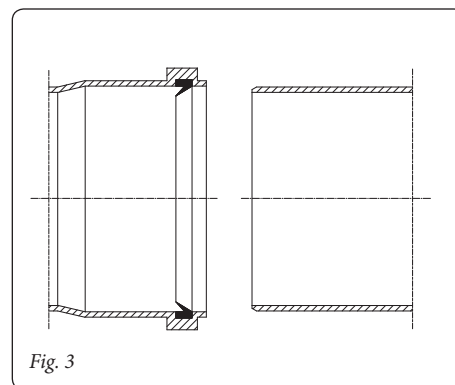

Fig. 3
- posizionare l'adattatore (3) sulla flangia pozzetti interponendo la guarnizione (1) (che non necessita di lubrificazione) posizionandola con le sporgenze circolari verso il basso a contatto con la flangia di caldaia e serrare con le 4 viti (2) presenti nel kit;
- **Posizionamento delle guarnizioni.** Prima del montaggio del sistema fumario controllare il corretto posizionamento delle guarnizioni (Fig. 3). Nel caso in cui la lubrificazione dei componenti (già effettuata dal costruttore) non fosse sufficiente, rimuovere mediante un panno asciutto il lubrificante residuo, quindi per agevolare l'innesto cospargere i particolari con il lubrificante in dotazione.
- place the adapter (3) on the flange with sample points and the gasket in between (1) (which does not require lubrication), positioning it with the circular projections downwards in contact with the boiler flange and tighten using the 4 screws (2) in the kit;
- **Positioning the gaskets.** Before assembling the flue system, check that the gaskets are positioned correctly (Fig. 3). If component lubrication is not sufficient (applied previously by the manufacturer), remove the residual lubricant using a dry cloth, then grease the parts with the supplied lubricant in order to ease the push-fitting operations.